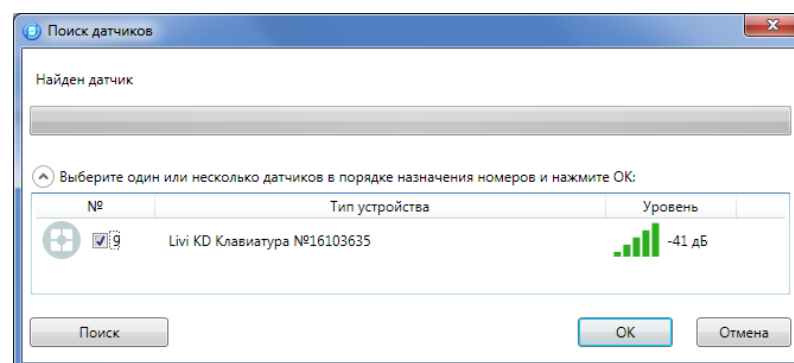

Рис. 4.3 – Поиск радиоустройства
- В следующем окне (см. рис. 4.3) будет отображен список устройств, доступных для связывания в радиусе действия радиоканала. Если подключаемого устройства нет в списке, то его следует повторно перевести в режим связывания.